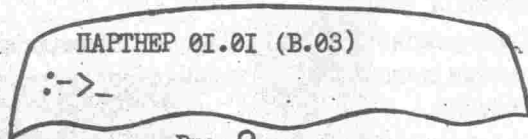

Рис. 9
6.3. Включить питание телевизора и магнитофона, затем МВЦ (при этом должен загореться индикатор СЕТЬ на клавиатуре). На клавиатуре МВЦ нажмите клавишу сброса С, при этом в верхнем левом углу экрана телевизора не более чем через 2 минуты должна появиться надпись "Партнер 01.01", изображение стрелки и мерцающее изображение курсора (рис.9).